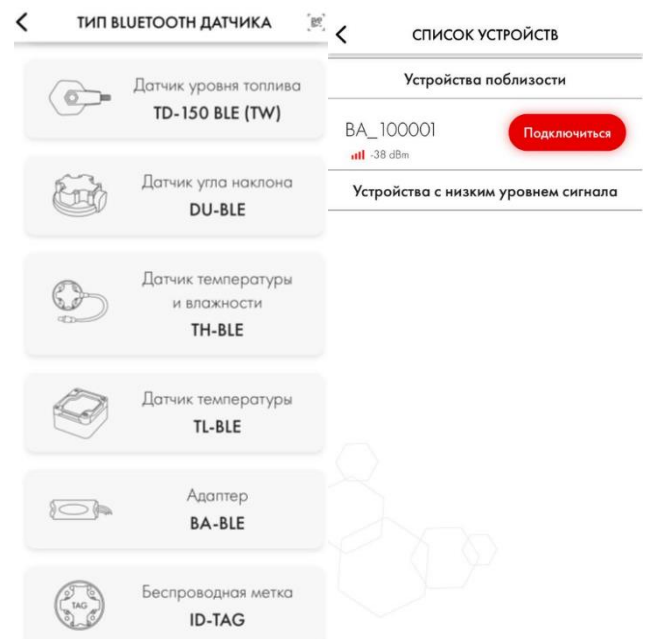

Рисунок 17 – Окна подключения к BA-BLE
- В списке подключаемых устройств найдите и нажмите на «Адаптер BA-BLE» (рисунок 17), после чего в открывшемся окне появятся устройства BA-BLE, к которым вы можете подключиться, выберите необходимый;